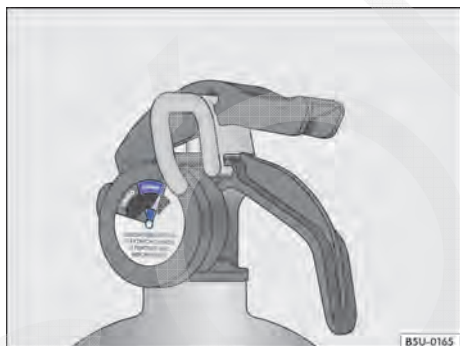

Fig. 152 No extintor de incêndio: indicador de carga (manômetro).
- Carga - o ponteiro deve estar na faixa verde do manômetro (carregada) $\Rightarrow$ Fig. 152.